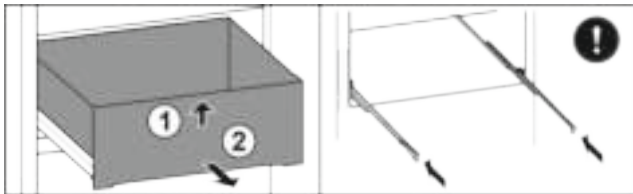

Fig. 35
- ▶ Schuiflade aan de voorkant optillen Fig. 35 (1).
- ▶ Er naar voren toe uitnemen Fig. 35 (2).